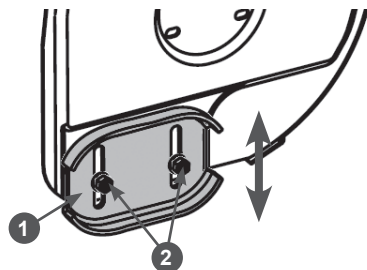

Рис. 29 Регулировка высоты забора снега
2. Открутите гайки 2 крепления полозков 1 на 1-2 оборота и установите полозки на необходимую высоту (Рис. 29). Снова затяните гайки.